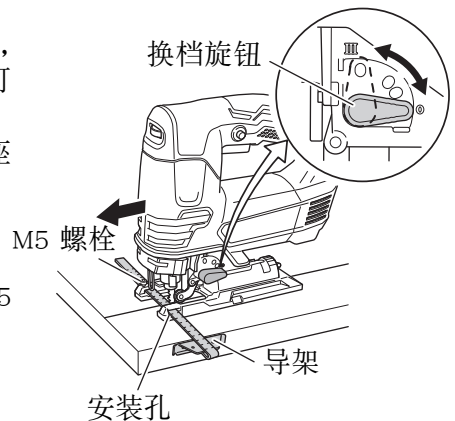

图 12
- (3) 将导架穿过导底座上的导架孔，上紧 M5 螺栓。（图 12）
- (4) 将轨道位置设为“0”。
为在使用导架时确保精确地切割（图 12），总是将轨道位置设为“0”。